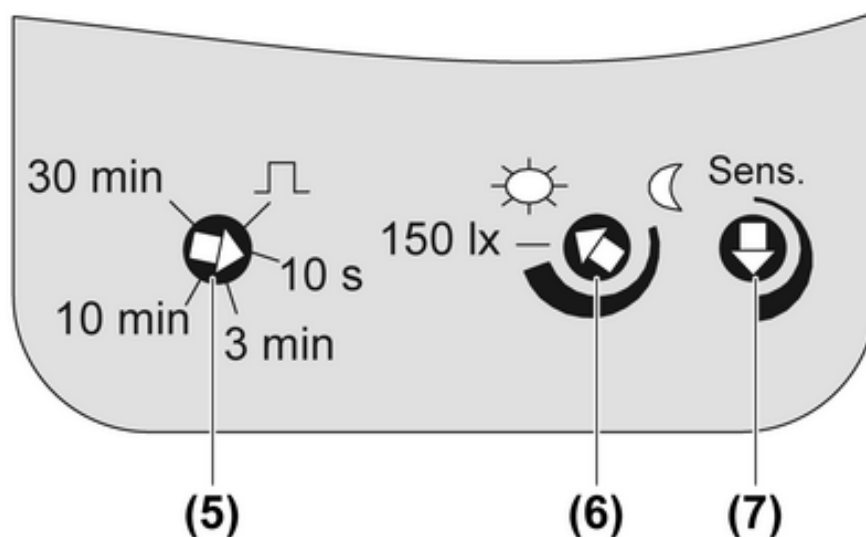

Figure 9: Sélecteur sur la face arrière
- Procéder aux réglages de test (figure 9). Sélecteur du temps de commutation : 10 s ; sélecteur de luminosité sur le symbole ☼ ; sélecteur **Sens.** au max.
- Tourner le sélecteur (6) dans la position souhaitée (figure 9).
- ⓘ Réglage pour les cages d'escalier selon DIN EN12464-1, 2003-3, tourner le sélecteur (6) sur le marquage **150 Lux**.